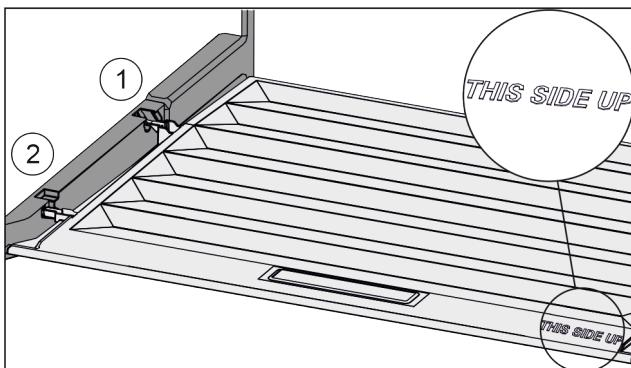

Fig. 74
- ▶ Robova predala vstavite nad odprtino zadnjega držala Fig. 74 (1), spredaj pa ju zataknite v držalo Fig. 74 (2).